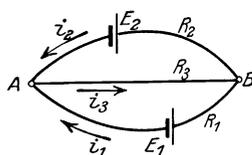

Abb. 30. Zum II. Kirchhoffschen Gesetz.
92. Zwei Elemente, deren elektromotorische Kräfte E_1 und E_2 sind, werden, wie es die Abb. 30 zeigt, gegeneinandergeschaltet. Der Widerstand von AE_1B sei R_1 , der von AE_2B sei R_2 und der von $AB = R_3$. Wie groß sind die Ströme i_1 , i_2 , i_3 ?
Das Minuszeichen sagt, daß der Strom i_2 entgegengesetzt der Richtung des in Abb. 30 eingezeichneten Pfeiles fließt.
94. Es sei in Abb. 30 E_2 ein sogenanntes Normalelement von 1,43 V EMK, E_1 eine Batterie von 4 Akkumulatorenzellen von je 2 V. Wie groß muß R_1 gemacht werden, wenn $i_3 = 0,1$ [0,5] A und $i_2 = 0$ werden soll?
Lösung: Wenn $i_2 = 0$, so herrscht zwischen A und B (Abb. 30) die Spannung E_2 , also muß $\frac{E_2}{R_3} = 0,1$ sein, woraus
Zu b): Beim Brennen der Lampen gilt die durch Abb. 30 dargestellte Stromverzweigung; in die Gl IV, V und VI hat man einzusetzen $E_1 = 6$ V, $R_1 = 0,1 \Omega$, $E_2 = 8$ V, $R_2 = 72 \Omega$. $R_3 = 4 \Omega$ und erhält als Entladestromstärke der Akkumulatoren-batterie